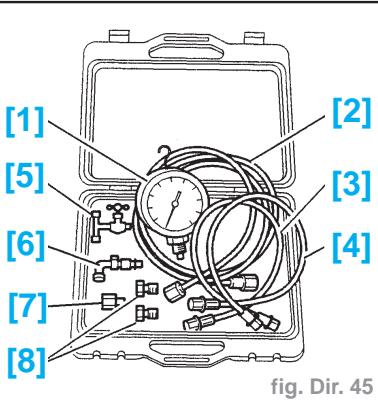

fig. Dir. 45
- Coffret (-.0710ZZ) comprenant (fig. Dir. 45) :